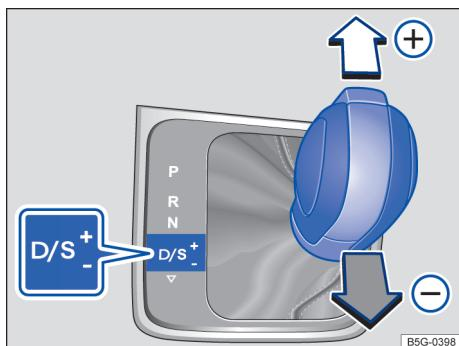

Fig. 90 Alavanca seletora na posição Tiptronic.
- Mover a alavanca seletora para frente **(+)** ou para trás **(-)**, para aumentar ou diminuir a marcha → Fig. 90.